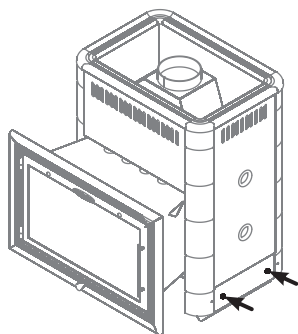

Рисунок 13. Демонтаж заглушки для переустановки зольного ящика.
2. Демонтировать заглушку на противоположной стороне топке, открутив два самореза (см. рисунок 13)